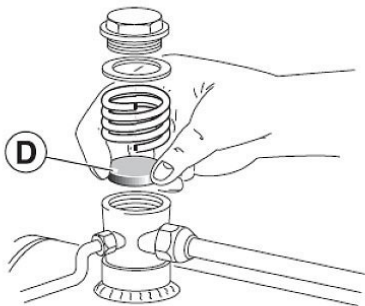

Abb. 17: Dichtelement im Rückschlagventil
Schritt 2: Überprüfen Sie das Rückschlagventil und wechseln Sie das Dichtungselement D (Abb. 17) gegebenenfalls aus.